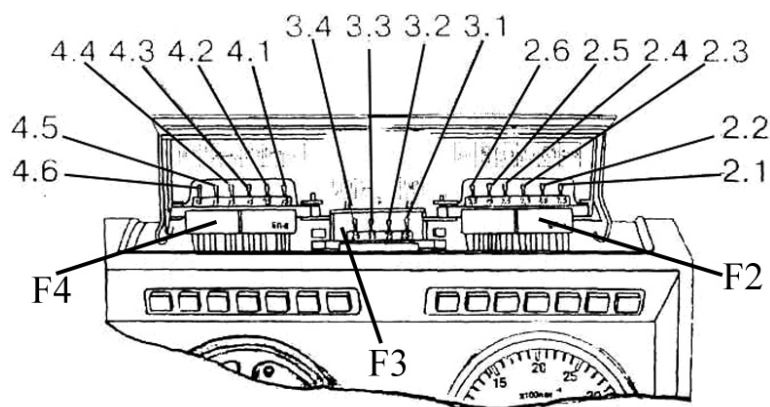

Рис.12-2. Размещение предохранителей в щитке приборов
Электрические цепи защищены от перегрузки и короткого замыкания плавкими предохранителями F1, F2, F3, F4, F5 (рис. 12-2).
Цепи электрооборудования трактора защищены от токов короткого замыкания и перегрузки плавкими предохранителями, расположенными в трех блоках предохранителей на откидной крышке передней стенки щитка приборов (рис. 12-2), а также в блоке предохранителей, установленном на маслобаке.
4.6	15	Сигналы торможения, клемма (6) розетки ХА9.1
*) На рис.12-2 не показан. Расположен на корпусе маслобака с правой стороны по ходу трактора. Также, в цепи заряда дополнительной АКБ (GB1) (пуск 24 В) установлен предохранитель на 20А (на тракторах выпуска до 2006 г. может быть установлен предохранитель 15А), встроенный в преобразователь напряжения UZ1.